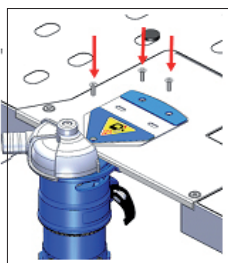

**Abb. 14**
- Das schwenkbare Schneidmesser (Optionales Zubehör) (Abb. 14) könnte das Band während der Kantenbearbeitung leicht abschneiden.